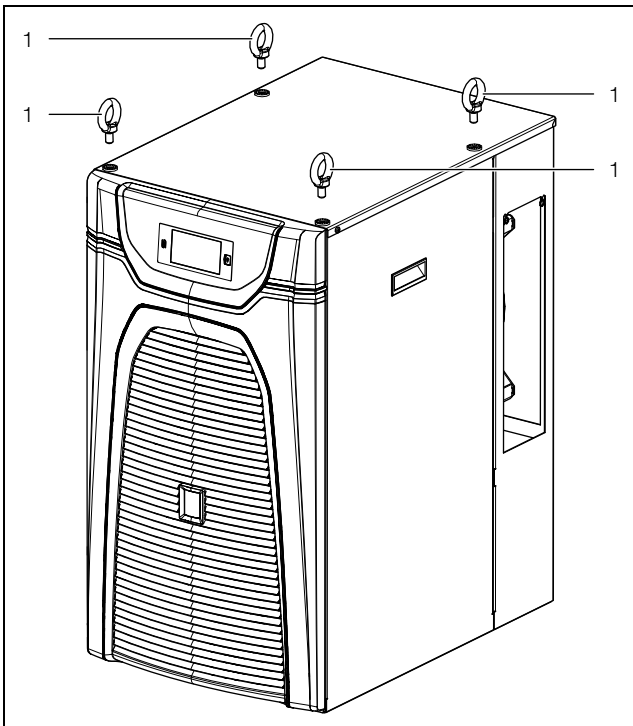

Abb. 7: Transportöse für Transport (3320200)
- Transportieren Sie den Chiller nur auf der mitgelieferten Palette bzw. an den dafür vorgesehenen Transportösen (Abb. 7, Pos. 1).